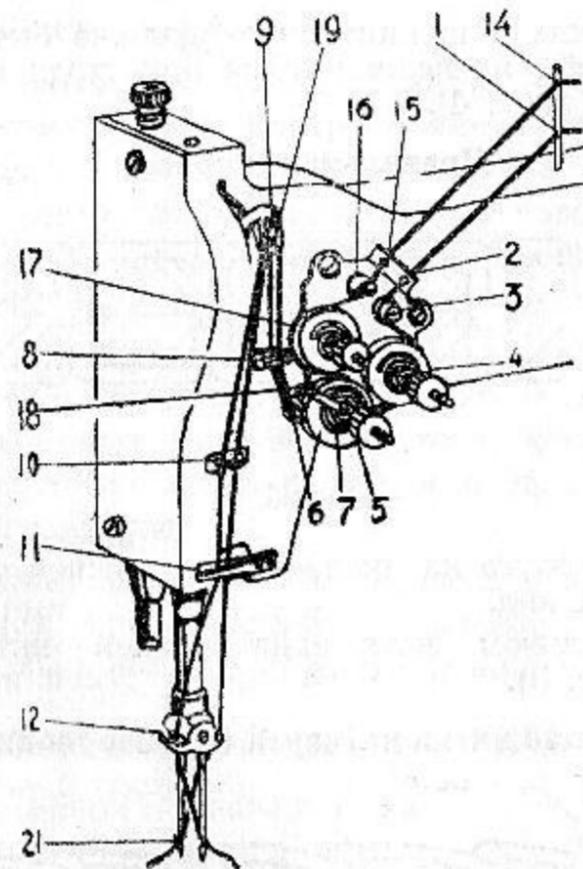

Рис. 2.
6.2. Заправка верхних ниток (рис. 2)